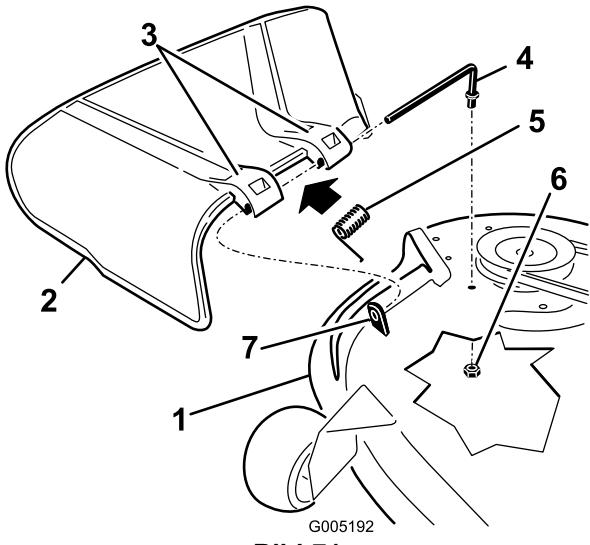

Bild 71
1. Machen Sie die in Bild 71 gezeigten Teile ausfindig.
2. Nehmen Sie die Mutter (3/8 Zoll) aus der Stange unter dem Mähwerk ab (Bild 71).
3. Schieben Sie die Stange aus dem kurzen Vorsprung, der Feder und dem Ablenkblech (Bild 71). Entfernen Sie defekte oder abgenutzte Ablenkbleche.
4. Montieren Sie das Ablenkblech (Bild 71).
6. Setzen Sie die Feder mit den Enddrähten nach unten auf die Stange, zwischen die Ablenkblechhalterungen. Schieben Sie die Stange durch die zweite Halterung am Grasablenkblech (Bild 71).
7. Schieben Sie die Stange vorne am Ablenkblech in den kurzen Vorsprung am Mähwerk. Befestigen Sie das hintere Stangenende mit einer Mutter (3/8 Zoll) am Mähwerk (Bild 71).